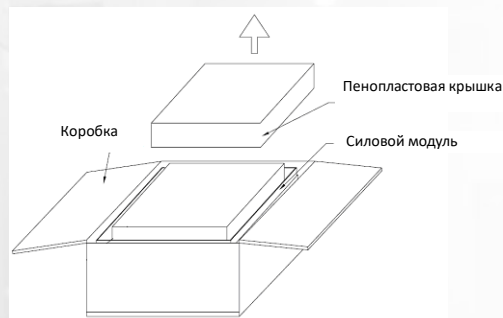

Рис. 2-7 Удаление пенопластовой крышки
- 3) Снимите пенопластовую крышку, как показано на рис. 2-7.